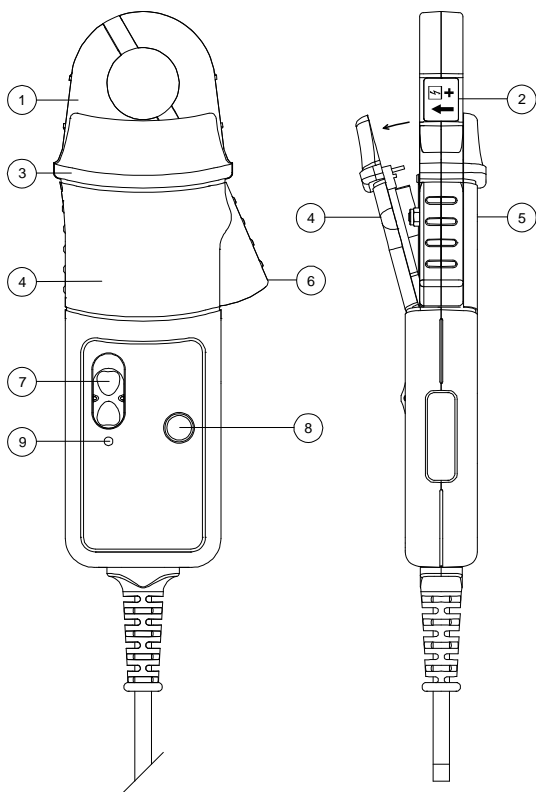

Bild 1
- Halten Sie die Stromzange nirgends hinter der Sicherheitsbarriere (siehe Bild 1).
Die grüne oder rote LED blinkt, wenn die minimale Batteriespannung erreicht wird. Siehe Bild 1. Gehen Sie wie folgt vor:
Lösen Sie die Schraube am Batteriefachdeckel. Heben Sie die Abdeckung um 30° und ziehen Sie diese gerade vom Rumpf der Stromzange, wie in Bild 1 dargestellt. Ersetzen Sie die Batterie, schliessen Sie das Batteriefach und drehen Sie die Schraube fest.